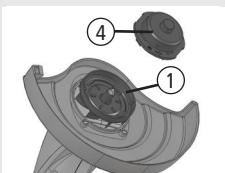

Fig. 09
Em seguida recoloque o conjunto da tampa e carretel (4) pressionando-o contra o porta carretel (1), e girando-o em sentido horário até perceber o “click” de encaixe, [Fig. 09].